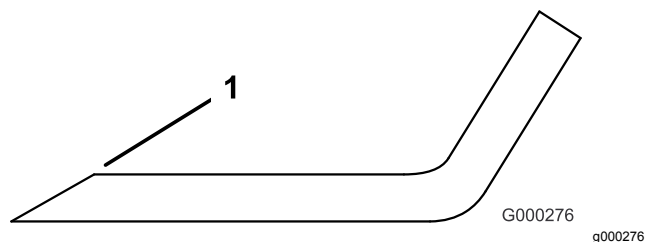

Figura 104
per garantire l'affilatura (Figura 104). La lama resta bilanciata soltanto se viene rimossa una quantità uguale di metallo da entrambi i taglienti.
3. Esaminate l'affilatura di tutte le lame e affilate se risultano smussate o scheggiate (Figura 104).